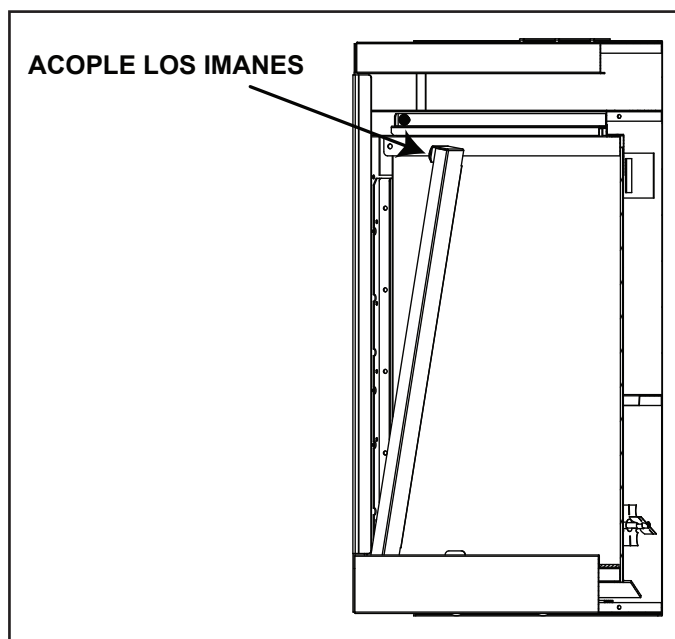

Figura 4.10 Instalación de los paneles laterales
1. Instale un panel en cada lado (izquierdo y derecho) del dispositivo. Deslice la parte inferior del panel hasta su posición y, a continuación, gire la parte superior hacia arriba hasta colocarla en su lugar. El imán mantendrá el panel sujeto al lateral del dispositivo. Consulte la Figura 4.10.